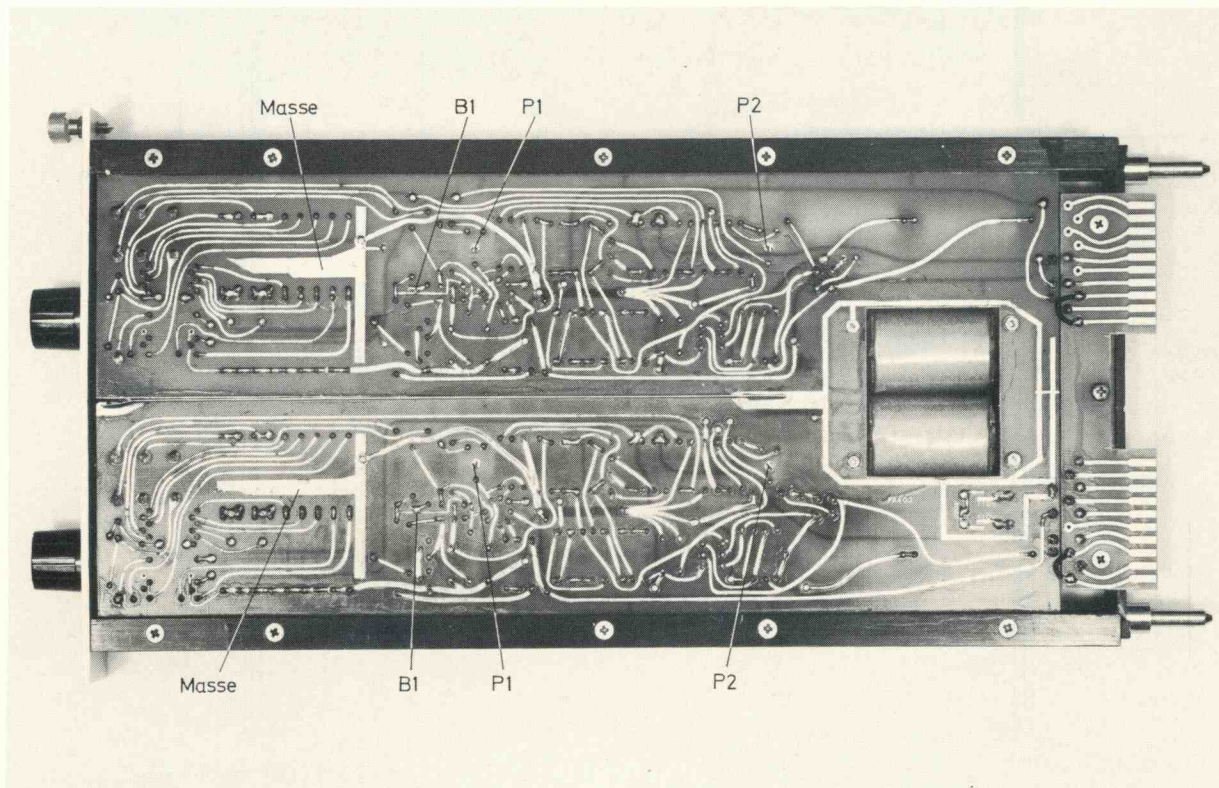

Bild 22 Meßverstärker M07632-A4, Bauelementenseite
11.2.1. Abgleich des Nullpunktes (Bild 22)
Die Notwendigkeit des Nullpunktabgleiches kann ermittelt werden durch Prüfung des Nullpunktsprunges. Hierzu den Grobabschwächer (A) auf Stellung "0" bringen und den Nullpunktsteller (P9) aus der Mittellage verschieben. Danach mit dem Feinabschwächer (P8) den Verstärkungsfaktor von Minimum (linker Anschlag) auf Maximum (rechter Anschlag) verstellen. Die Ausgangsspannung des Verstärkers muß dabei konstant bleiben. Ist die Spannung im Verstärkerausgang nicht konstant, die Verstärkung mit dem Feinabschwächer (P8) auf Maximum stellen. Die Stellung des Grobabschwächers (A) bleibt in "0"-Stellung. Auf der Leiterbahnseite des geöffneten Verstärkers (Bild 2) die Brücke B1 durch Auflöten öffnen. In den Ausgang des Verstärkers einen Strommesser (MULTIZET) schalten. Mit P1 (Bild 22) den Ausgangsstrom des Verstärkers auf $\leq 50 \text{ mA} \pm 50 \mu\text{A}$ einstellen. Nach dem Schließen der Brücke B1 den Ausgangsstrom mit dem Nullpunktsteller (P9) ebenfalls auf $\leq 50 \text{ mA} \pm 50 \mu\text{A}$ einjustieren.
11.2.2. Abgleich des Kalibriersprunges (Bild 22)